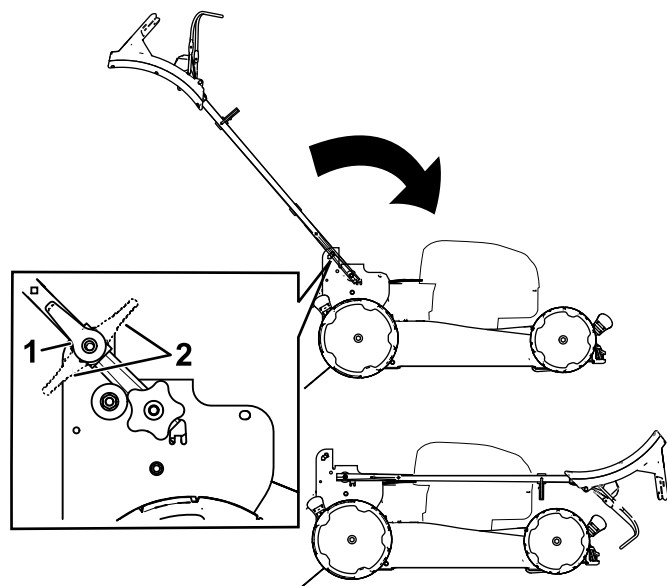

Figure 23
2. Ouvrez les verrous du guidon (Figure 23).
3. Rabattez le guidon complètement en avant (Figure 23).